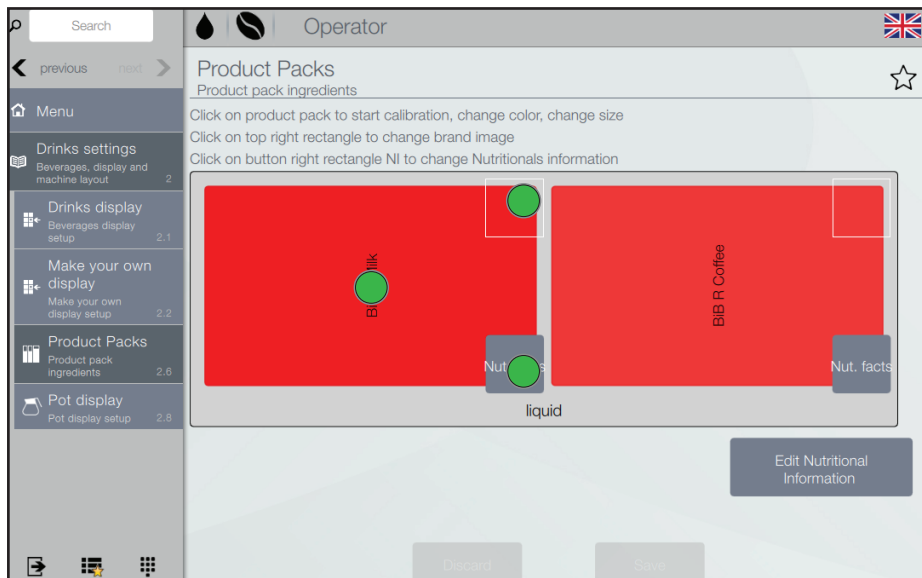

Fig. 6.10- Paquetes de producto
- Tocar el paquete de producto requerido en la pantalla (fig. 6.10) para